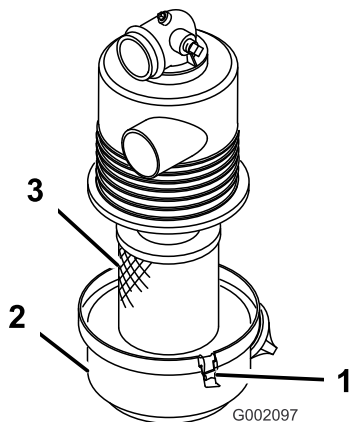

图16
1. 检查空气滤清器壳体是否有可能导致空气泄漏的损坏。确保盖子密封在空气滤清器壳体周围 图16。
2. 松开将空气滤清器盖固定到空气滤清器外壳上的门锁 图16。
3. 从空气滤清器外壳上分离空气滤清器盖并清洁盖子的内部 图16。
3. 将空气滤清器滤芯插入空气滤清器外壳 图16。
4. 将空气滤清器盖与空气滤清器外壳对齐 图16。
5. 用门锁 图16将盖子固定到外壳上。